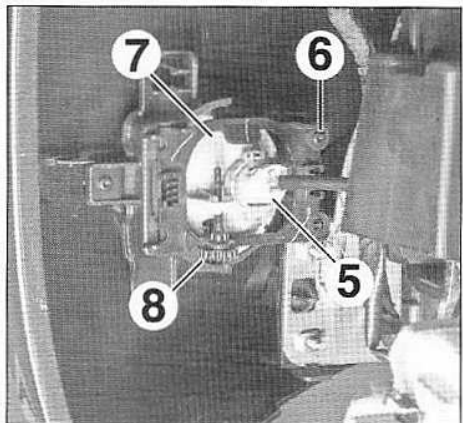
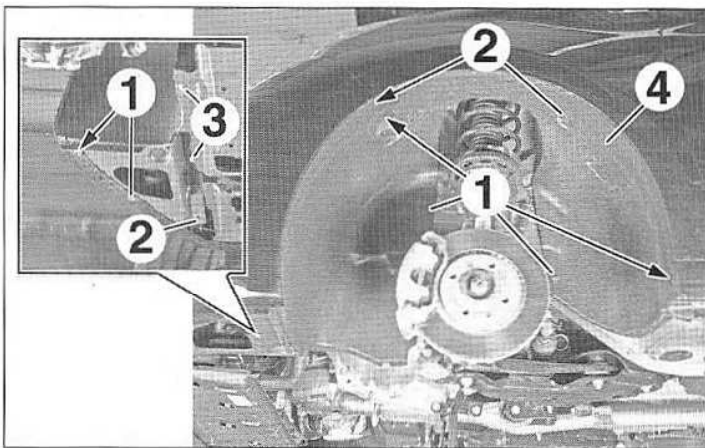

FIG.55
FIG.54
- Du côté concernée, déposer (Fig.54) :
- les agrafes (1),
- les vis (2),
- selon équipement, les vis (3),
- le pare-boue (4).
- Débrancher le connecteur (5) (Fig.55).
- la vis (6),
- le feu antibrouillard avant (7).